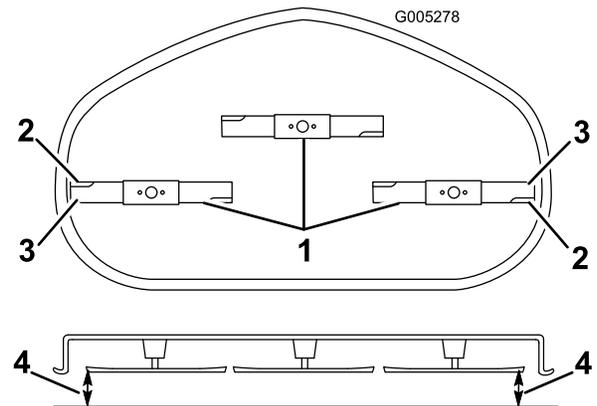

Figure 56
5. Tournez prudemment les lames pour qu'elles soient parallèles dans le sens transversal (Figure 56). Mesurez la distance entre les tranchants extérieurs et le sol plat (Figure 56). Si les deux mesures diffèrent de plus de 5 mm (3/16 po), un réglage s'impose. Poursuivez la procédure.